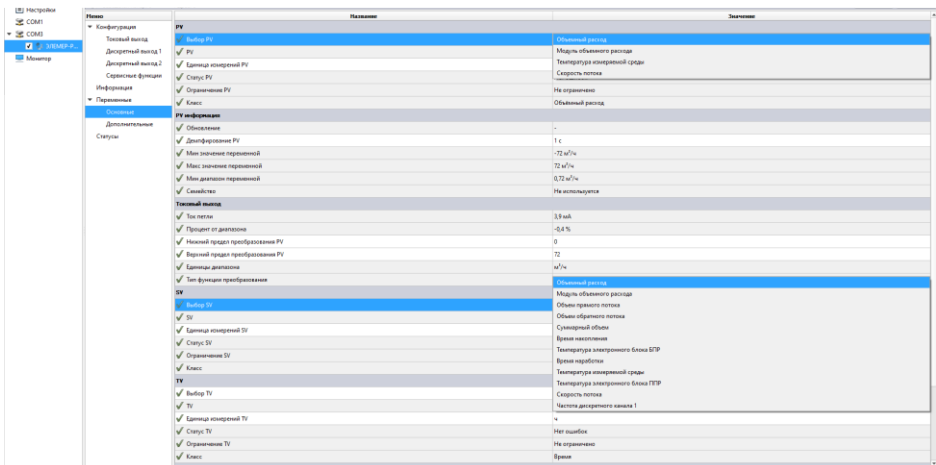

Рисунок 2.20 – Меню «Переменные», подменю «Основные»
2.6.5.3 Гибкая система назначений позволяет независимо связывать переменные прибора с унифицированным выходным сигналом (первичной переменной) и дискретными выходами, а также назначать их на вторичные переменные (рисунок 2.20). Допустимые комбинации назначений приведены в таблице 2.29.